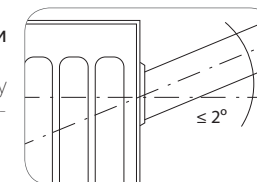

рис. 2
**!** Во избежание аварии допустимо отклонение оси коллектора радиатора от подводящих труб не более 2° (рис. 2).